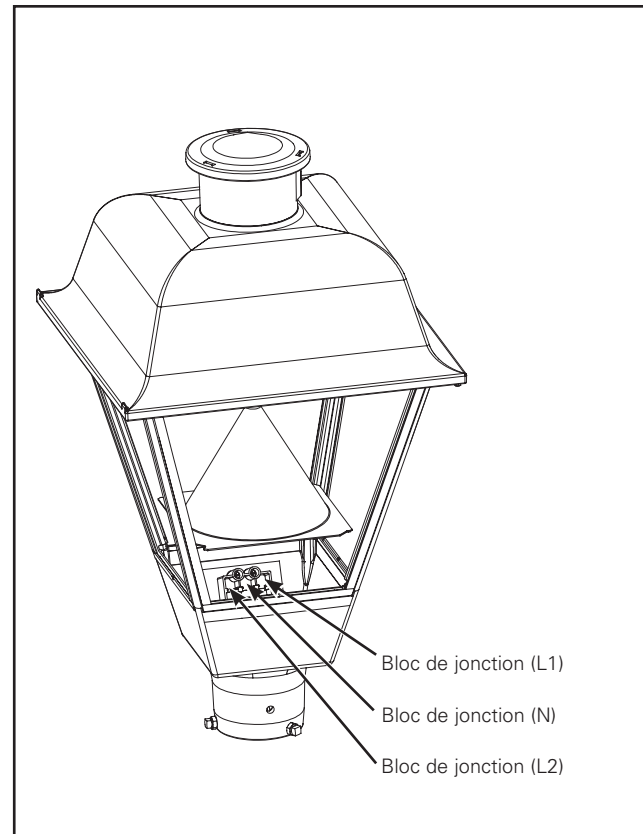

Figure 3.
6. Branchez les fils de service dans la position appropriée avec le bloc de jonction (figure 3).